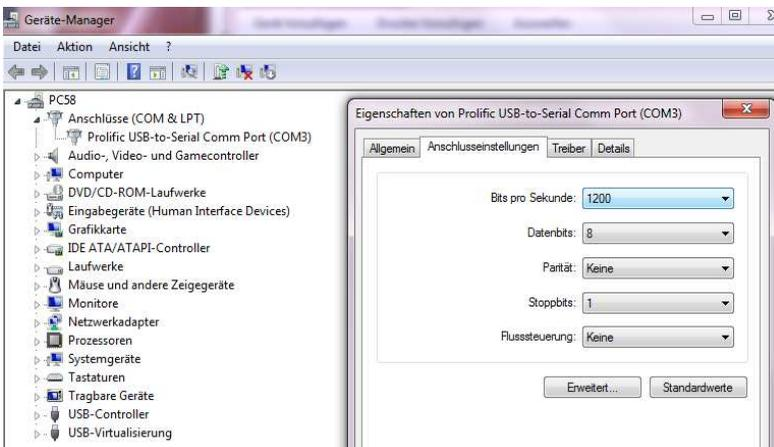

**Abbildung 13: Ansicht bei erfolgreicher Verbindung**
- Das Gerät meldet sich am HyperTerminal mit „#“ an und stellt die Typ sowie die Softwareversion dar (Abbildung 13 )